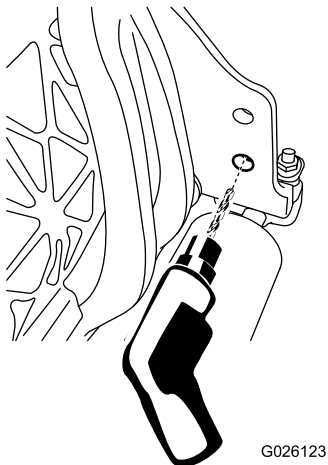

図 5
1. カuttingユニット右側の下穴を、9mm のドリルで拡大する 図 5。